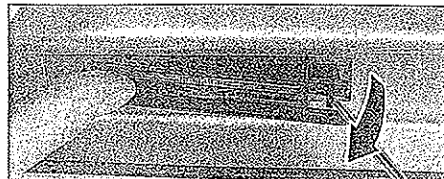

FIG. 71
- Extraer las iluminaciones de placa y desconectarlas (fig. 71).